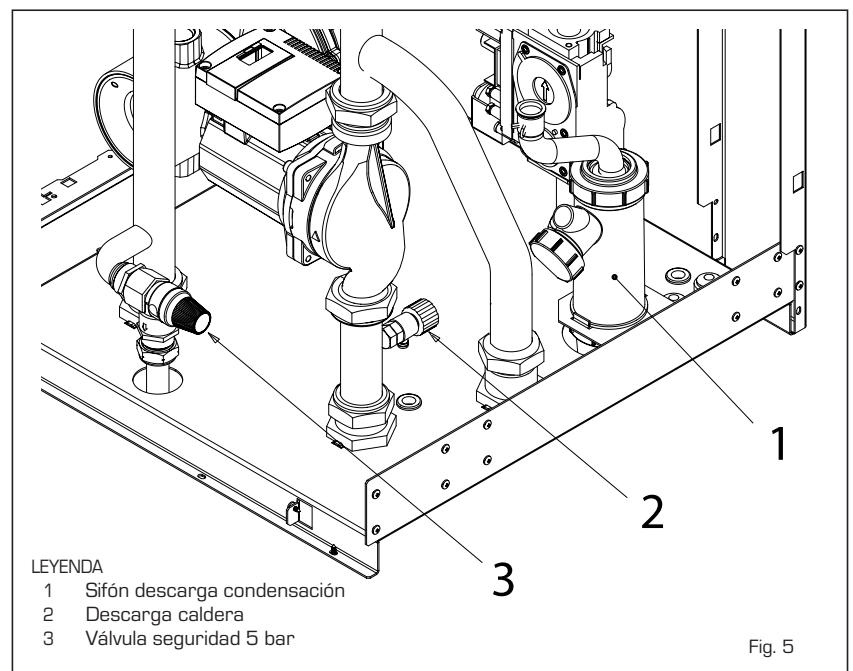

Fig. 5
2.4.1 Vaciado de la instalación (fig. 5)
Para vaciar la instalación apague la caldera y accione sobre la válvula de descarga (2 fig. 5).